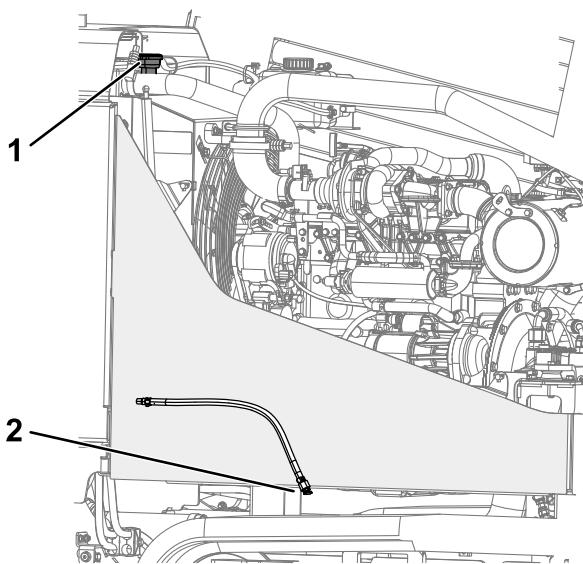

Рисунок 106
5. Подставьте под сливную пробку сливной поддон (Рисунок 106).
8. Закройте пробку сливного отверстия (Рисунок 106).
- C. Закройте пробку сливного отверстия (Рисунок 106).
- H. Закройте пробку сливного отверстия (Рисунок 106).